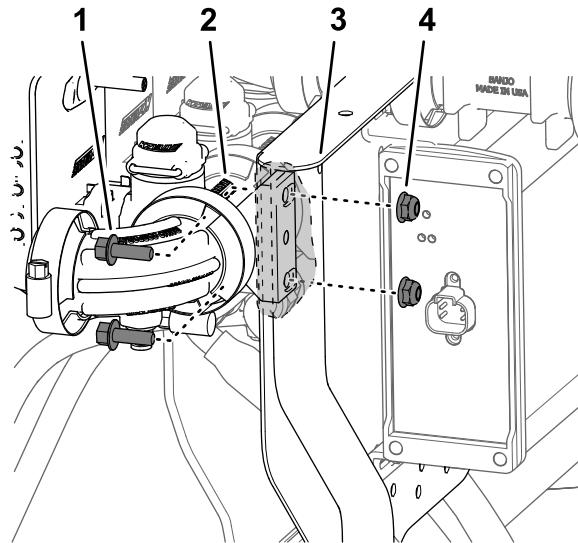

Рисунок 66
3. Установите клапан сопла 10 на опору крепления клапанов (Рисунок 66) при помощи двух болтов с фланцевыми головками (1/4 x ¾ дюйма) и двух фланцевых контргаек (1/4 дюйма), снятых при выполнении пункта 2 раздела Демонтаж клапанов секций стрелы с крепления коллектора (страница 29).